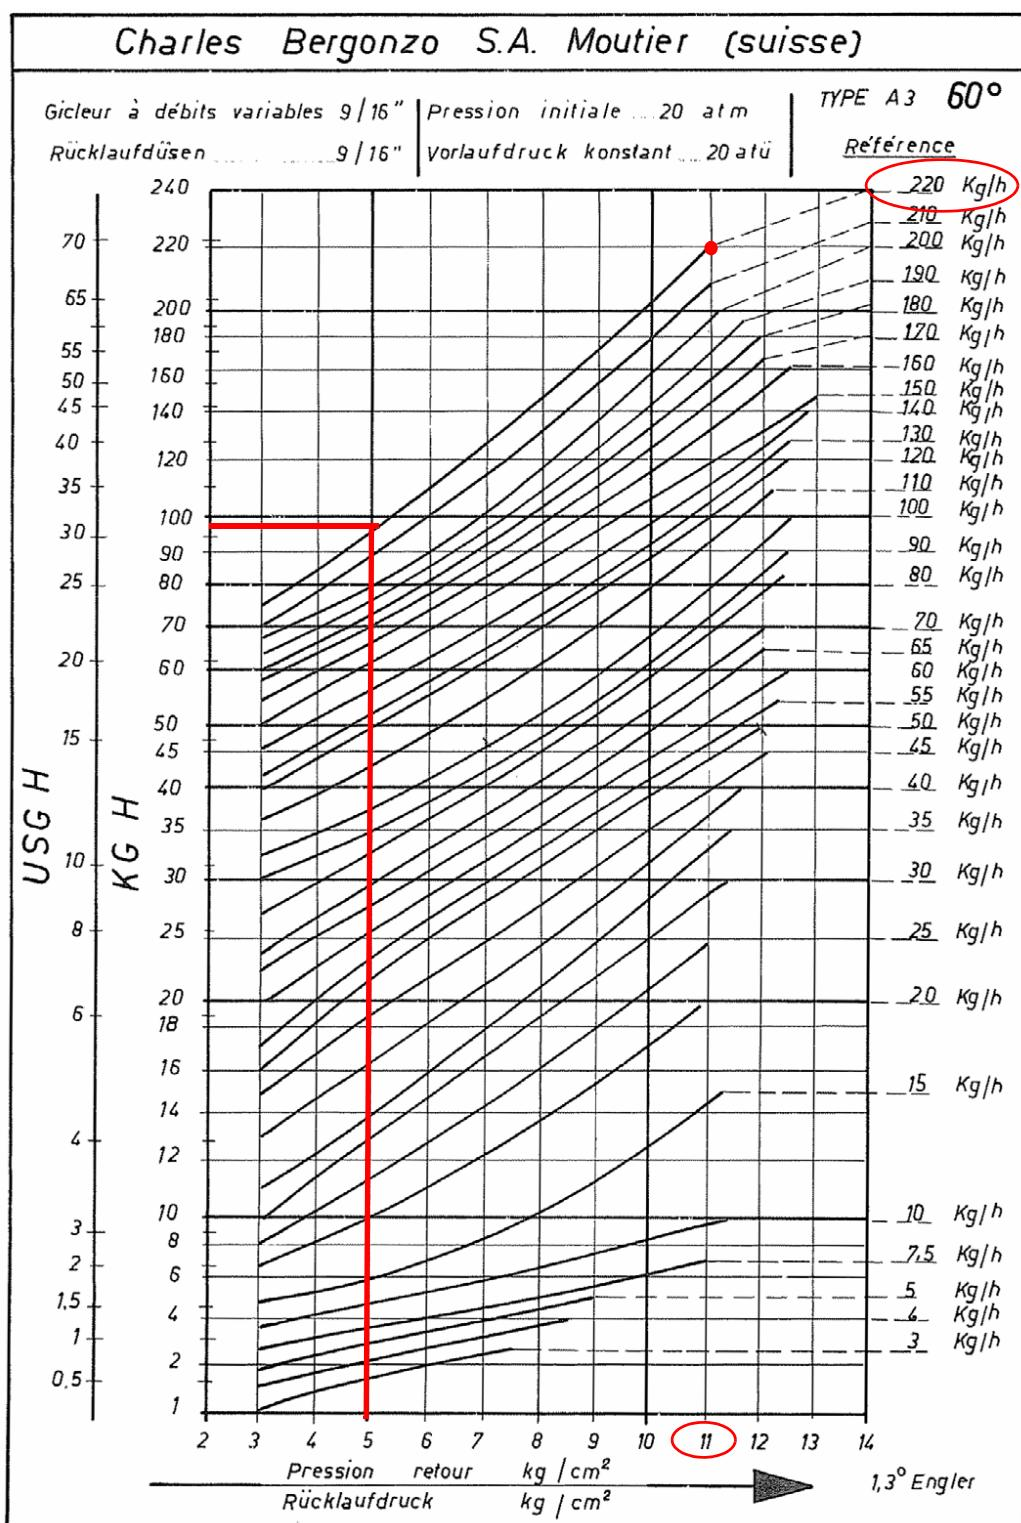

Рис. 24
- 13 Сместить кулачок V (STM30) или IV (SQM40) (малое пламя на жидком топливе) в сторону минимальной мощности, с тем, чтобы сервопривод начал закрываться, до тех пор, пока два подшипничка не совместятся с регулировочным винтом, относящимся к самой низкой точке: закручивать винт V2 для увеличения расхода, откручивать - для уменьшения, с целью получения значения давления, как на графике на Рис. 24, на основании требуемого расхода.